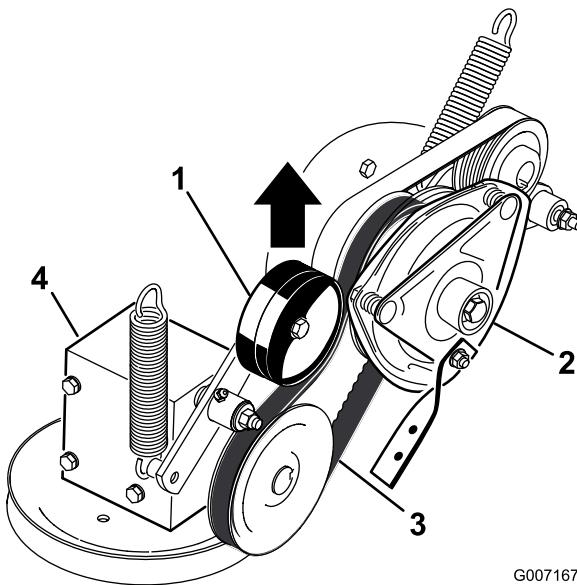

Figure 57
5. Tirez sur la poulie de tension rappelée par ressort de la courroie d' entraînement de PDF et déposez la courroie de la poulie d'embrayage (Figure 57).
17. Tirez sur la poulie de tension rappelée par ressort de la courroie d'entraînement de PDF et placez la courroie sur la poulie d'embrayage (Figure 57).